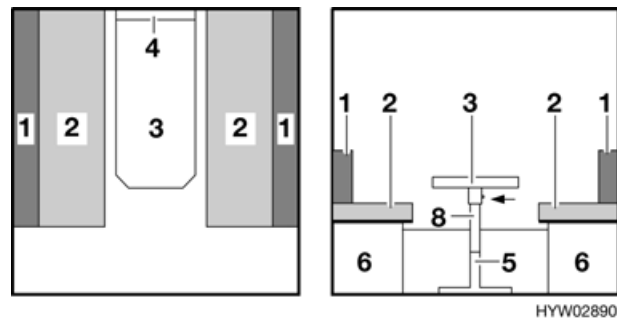

Fig. 36 Prima della trasformazione
- Sistemare i cuscini del divano (Fig. 36,2).
- Sollevare leggermente il piano del tavolo in avanti (Fig. 36,3).
- Dal piede del tavolo estrarre verso il basso il piede ad innesto (Fig. 36,5) e riporlo.
- Sbloccare il piede del tavolo (Fig. 36,8) dall'elemento di fissaggio e ribartarlo verso l'alto sul lato inferiore del tavolo.